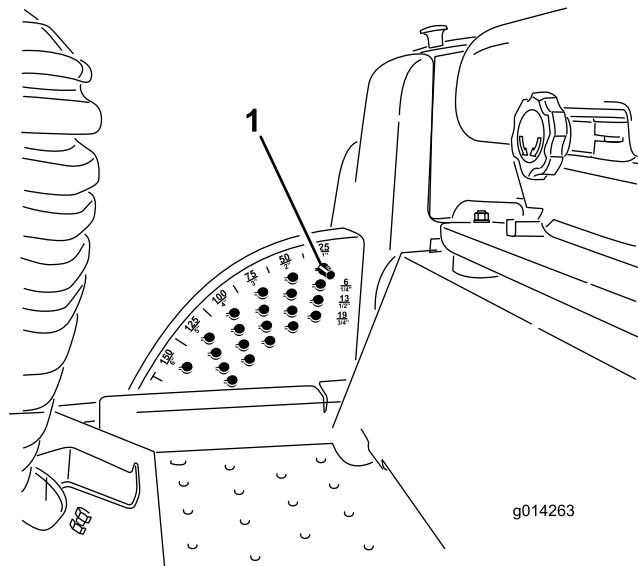

図 16
高ストップピンを外し「刈り高の調整」を参照、ピンを 15 cm の刈り高位置に差し込みます図 16。
1. エンジンが回転している状態で、デッキ昇降スイッチの後側を押し、デッキが完全に上昇したら直ちにレバーから手を離す(図 16)。
2. ストップピンについているロールピンを回してピンと刈り高設定穴のスロットとが整列したところでピンを抜き取る(図 16)。
3. 刈り高ブラケットについている穴から、希望する刈り高に対応する穴を見つけ、その穴にピンを通してロックする(図 16)。
注 刈り高設定穴は、扇形の外周に一番近い段から全部で4段列あります(図 16)。外周側の列は、外周部に刻印されている通りの刈り高の穴です。2列目の穴は、それぞれ1列目プラス 6 mm の刈り高となります。3列目の穴は、それぞれ1列目プラス 12 mm の刈り高となります。一番下の列の穴は、それぞれ3列目プラス 18 mm の刈り高となります。刈り高 158mm だけは例外で、2列目のはずれにあります。この穴にセットすると刈り高 158mm となります 6mm アップにはなりません。